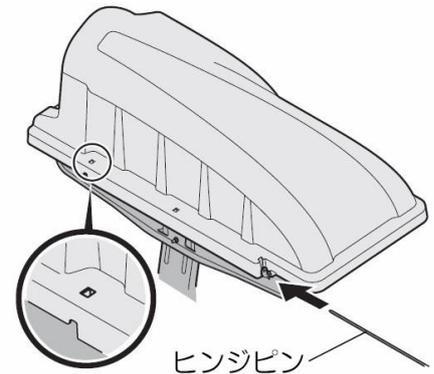
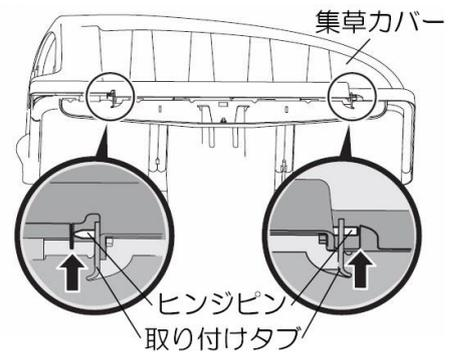

図 12
図 13
2. 図 12 に示されているように、取り付けタブと集草カバーの穴を合わせてヒンジピンを差し込みます。
3. 切り取り窓（図 12 の挿入図を参照）を見ながら、反対側の取り付けタブの差し込み穴を合わせ、ピンを最後まで押し込み、突き当たるまで差し込みます。図 13 を参照してください。